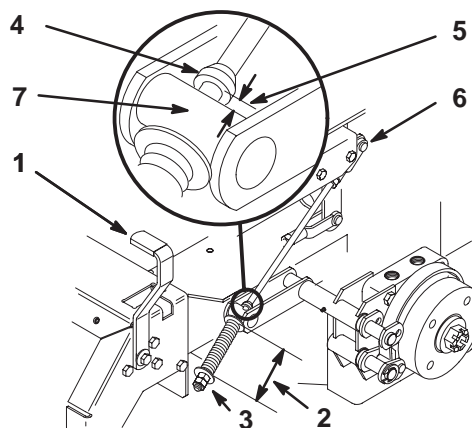

Figure 60
2. Mesurez la longueur du ressort. Les rondelles doivent être distantes de 74 mm (Fig. 60).
3. Si un réglage est requis, desserrez l'écrou de blocage situé sous le ressort et serrez l'écrou directement au-dessous de la chape (Fig. 60). Vissez l'écrou jusqu'à ce que le ressort ait la longueur voulue. Serrez les deux écrous ensemble et répétez la procédure de l'autre côté de la machine.
6. Mesurez la distance entre le galet de tourillon et le collier sur la tige de frein. Elle doit être comprise entre 5 et 7 mm (Fig. 60).
7. Si un réglage est requis, desserrez l'écrou de blocage situé juste au-dessous de la chape. Tournez les écrous de réglage inférieurs jusqu'à obtention de l'écart voulu (Fig. 60). Serrez l'écrou de blocage sur la chape.